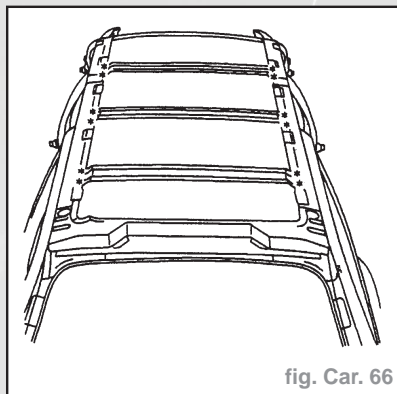

fig. Car. 66
- Déposer les arceaux (fig. Car. 66)